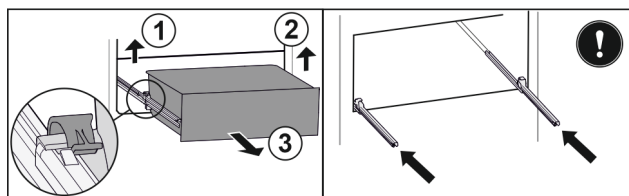

Fig. 171
- Sollevare il morsetto sinistro e allo stesso tempo tirare in avanti il cassetto sinistro. Fig. 171 (1)
- Sollevare il morsetto destro e allo stesso tempo tirare in avanti il cassetto destro. Fig. 171 (2)
- Rimuovere il cassetto tirandolo in avanti. Fig. 171 (3)